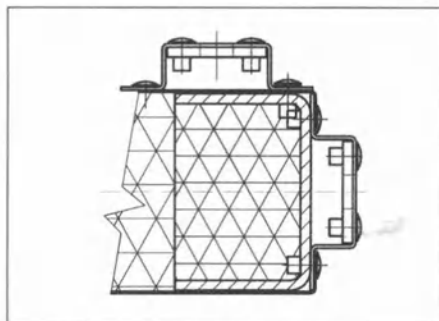

Рис.12 I - дверная задняя правая
- I - дверная задняя (рис. 12)